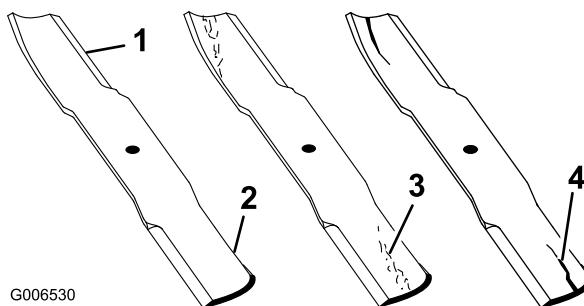

Figura 53
1. Controllate i taglienti (Figura 53). Se i taglienti non sono affilati o mostrano delle tacche, togliete le lame e affilatele. Vedere Affilatura delle lame.
2. Controllate le lame, in particolare l'area curva (Figura 53). In caso di danni, usura o scanalature in questa zona (Figura 53), montate immediatamente una nuova lama.